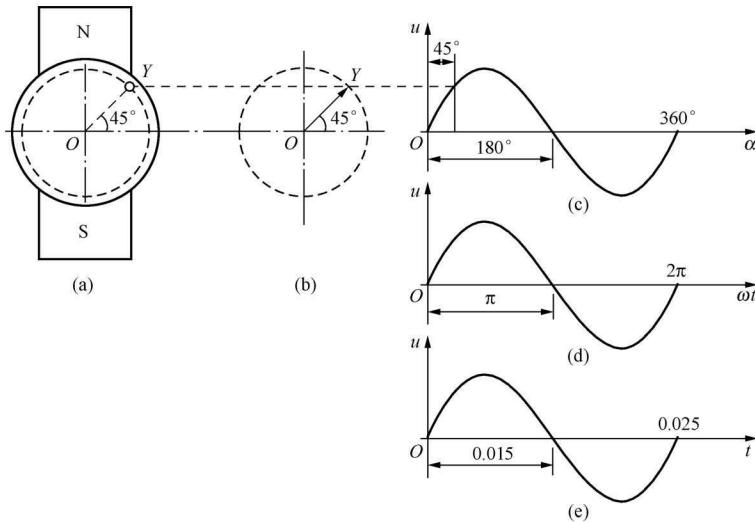

图 1-2 交流电的波形和向(矢)量图
电压表指到 $U=220V$ 。用示波器测量的波形，如图 1-2(c)。根据实测的数据，可验证以下公式
直流电的大小和方向是固定的；而交流电的大小在不停地变化，方向也在不停地变化。这是它们的根本区别，也是交流电比直流电复杂、难学的原因。为了便于分析和计算，用旋转矢量(或旋转向量)来表示交流电的物理特性。图 1-2(a)是交流发电机的示意图，从物理和三角函数中，电枢上的导线在磁
极下，逆时针旋转一周，感应的电压就是正弦波。在图 1-2 (b) 中的半径 OY 逆时针旋转一周，在纵坐标上的投影值，对应不同角度的投影值，两者的函数关系，也是正弦波，在 45° 的位置，三者的数值都是 219.8V。用“旋转矢量” OY 来代表发电机的电压，旋转矢量 OY 的长度等于电压的幅值 311V，逆时针旋转的速度等于发电机的转速，如这里 $n=3000\text{r}/\text{min}$ 。知道了单相交流发电机的“旋转矢量”后，就可作出三相交流发电机的“旋转矢量”。如发电机为绕组 D 接线、220V/380V 的三相发电机。
(1) 电气角度。用 α 表示，如图 1-2 (c) 中所示。“电气角度”跟“几何角度”有本质的区别。
(2) 弧度。用 ωt 表示，如图 1-2 (d) 中所示，弧度对照角度为 π 弧度 = 180° 。但在交流电中有“电角速度”或“角频率”的物理量，即
(3) 时间。用 t 表示，如图 1-2 (e)。试验用两极发电机，每秒旋转 50 周 ($3000/60=50$)，频率 $f=50\text{Hz}$ 。一个周期（发电机转一周）的时间 T 为 $1/50=0.02\text{s}$ 。